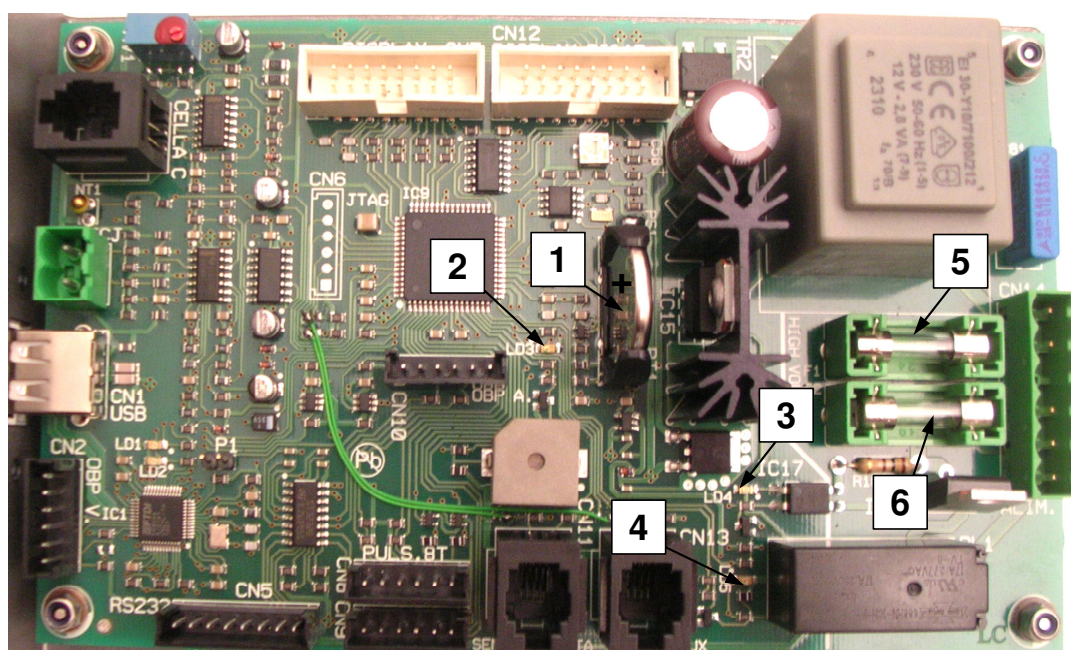

fig. 5.16
La batteria di mantenimento dati (*MBB nello schema elettrico al cap.6 e pos.1-fig.5.16*) è posta sulla scheda generale ed è necessario sostituirla quando viene visualizzato a display il corrispondente messaggio d'allarme " **BATTERIA SCARICA** ".